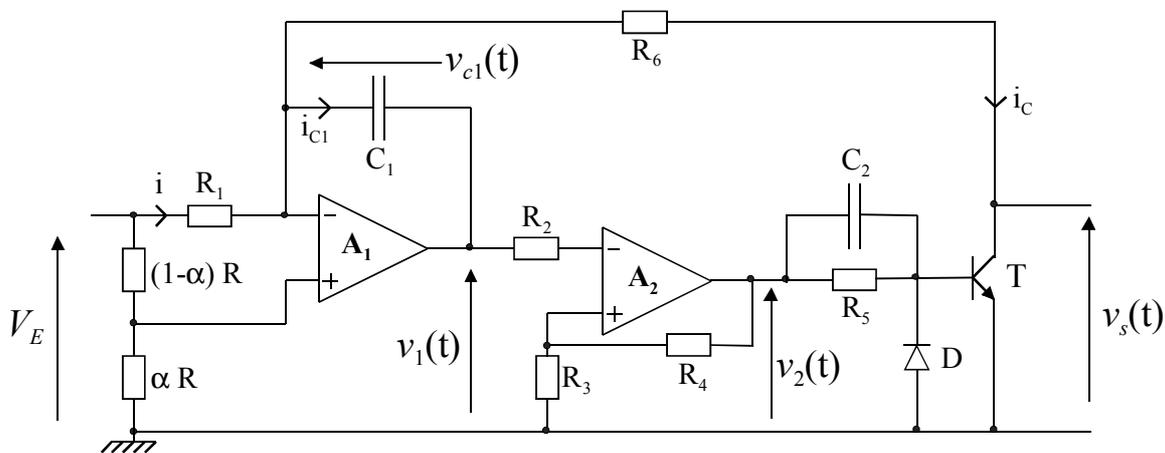

Figure 1. Schéma de l'OCT à amplificateurs opérationnels.
Le montage de la figure 1 représente un OCT à amplificateurs opérationnels (AOP). Les deux AOP, notés A_1 et A_2 , sont considérés comme parfaits. Ils sont alimentés symétriquement à l'aide de deux alimentations continues fournissant $\pm 15V$ ($V_{CC} = 15V$). Les niveaux de saturation (par valeurs positive et négative) en sortie des AOP sont symétriques : $V_{sat}^+ = -V_{sat}^- = V_{sat} = 13,5V$. La tension d'entrée V_E est continue et est comprise entre $0V$ et V_{CC} . On supposera que la tension de saturation du transistor bipolaire T est nulle ($V_{CEsat} = 0V$).
- Partie 1 : le circuit d'entrée de la Figure 1 (question 1),
Partie 1 : Etude du circuit d'entrée de la Figure 1
Partie 3 : Etude du montage complet (Figure 1)
Les questions 7 à 10 ont permis d'analyser, pas à pas, le fonctionnement du montage de la figure 1. Les questions suivantes ont pour objectifs de déterminer les performances de ce montage. Désormais ce dernier est supposé fonctionner en *régime établi*.
- Parmi ces défauts, quel est celui qui impacte le plus le fonctionnement du montage de la figure 1.